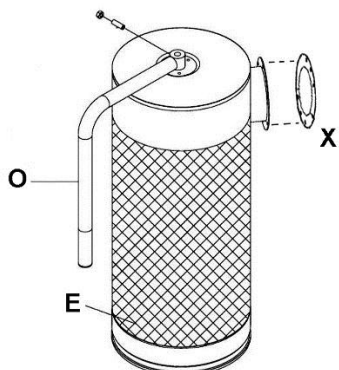

Рис. 8
9. С помощью установочного винта и гайки прикрутите ручку (O) к фильтру (E). См. Рис. 8.